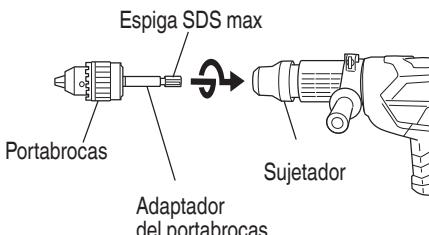

Fig. 16
#### (2) Fijación del adaptador para portabarrenas al portabarrenas (Fig. 16)